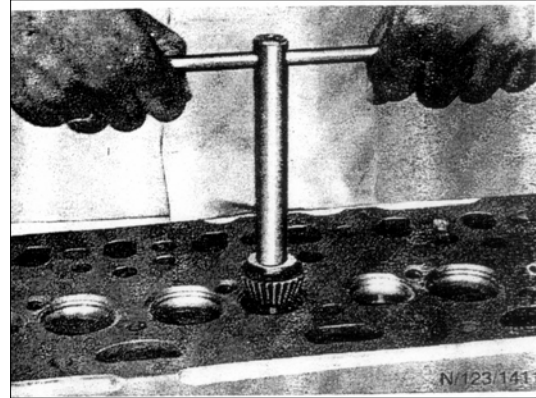

РИС. 78
- 3) Используйте зенкер -15° для обработки вставок седел выпускного клапана как указано на рис. 78.